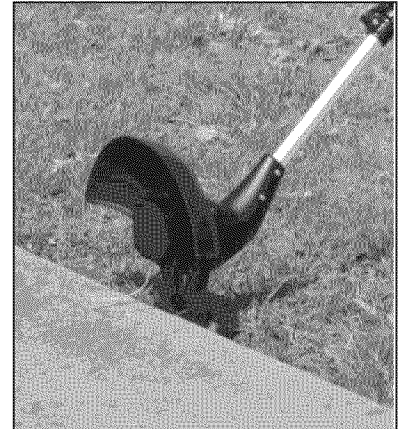

Figura 30 - Podadura de los bordes
2. Haga rodar a la podadora/recortabordes usando la rueda sujeta al protector de corte (vea la Figura 30).